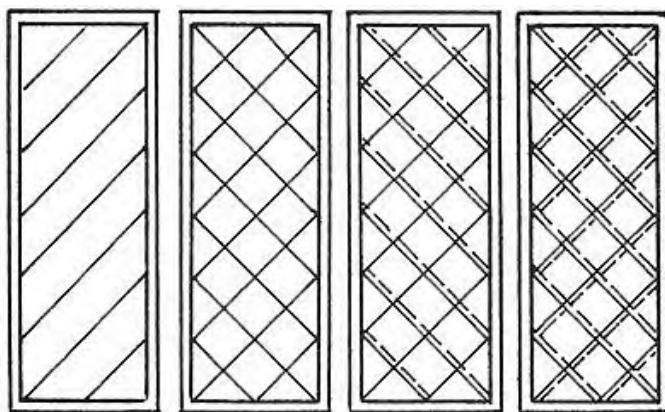

Рисунок 22 - Последовательность выполнения приема резьбы "сетка"
5. Выполнить прием резьбы «сетка» (рисунок 22):